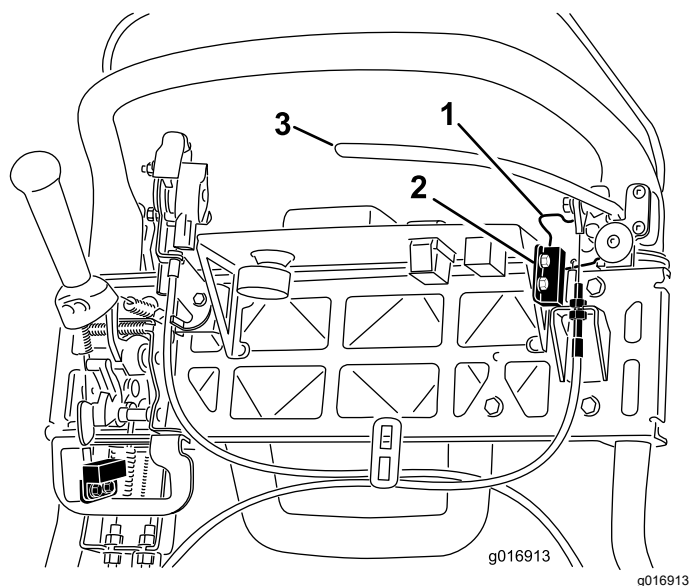

Figura 38
4. Allentate e rimuovete i dispositivi di fissaggio del microinterruttore di sicurezza (Figura 38).
5. Inserite uno spessore di 1,6 mm fra il fermo del freno di stazionamento ed il microinterruttore (Figura 38).
4. Per aumentare la tensione del cavo, allentate il controdado del cavo superiore e serrate il controdado del cavo inferiore (Figura 38) finché non occorre applicare una forza di 156 N sulla stegola della leva del freno per rilasciare il fermo del freno di stazionamento.